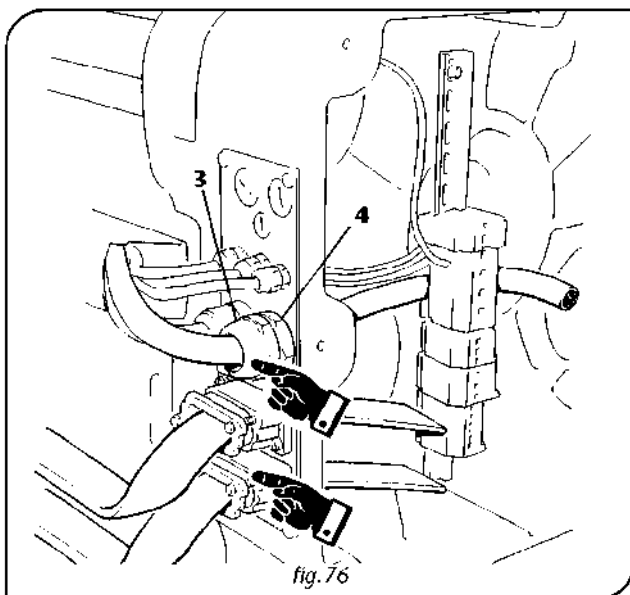

fig. 76
4. Poluzować pierścienie -3- zacisku kablowego -4- dla okrągłych kabli i umieścić kable w zaciskach kablowych. Dokładnie zaciśnięć wszystkie pierścienie zacisków okrągłych kabli i dokręcić śruby zacisków płaskich kabli (rys. 76).